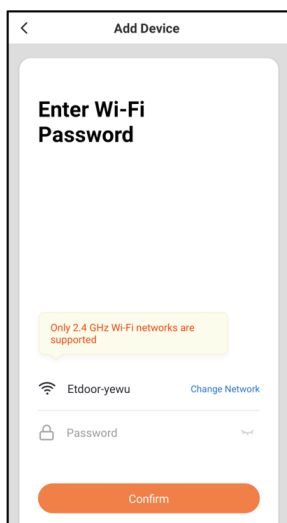
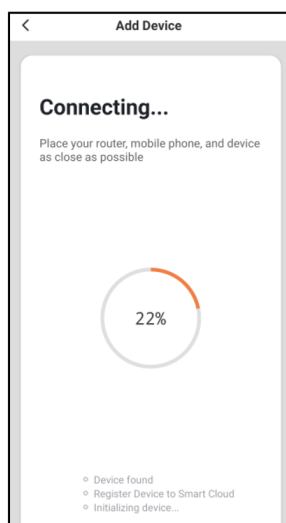
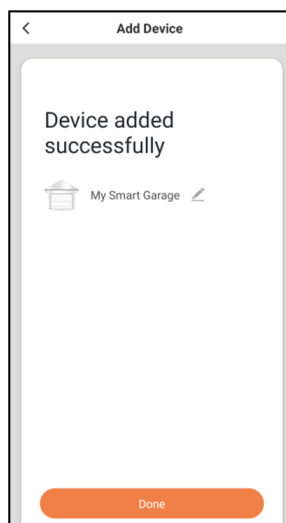

Fig.15
Fig.16
Fig.17
6. Haga clic en el botón "Confirmar" (consulte la FIG 15) en la aplicación. Luego, el abridor se conectará a su red (consulte la FIG. 16). Esto puede tardar hasta 2 minutos. Después de conectarse exitosamente, haga clic en "Listo" (ver FIG 17). Sólo se puede vincular una cuenta al abridor.